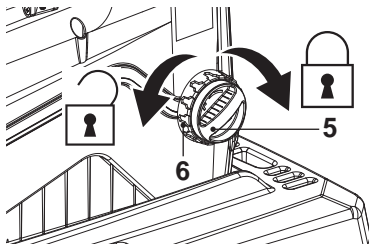

Fig. 7
2. Gire el anillo de bloqueo (6) a la izquierda, para liberar el ajustador de contracuchilla (5) (Fig. 7).